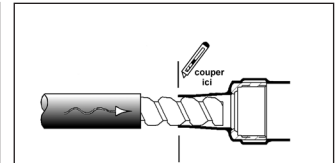

Figure 3B
- Méthode 2: Dégainer le bout de câble. Couper progressivement des tranches de l'enveloppe jusqu'à ce que l'armure du câble puisse pénétrer avec un léger effort. (Figure 3B)